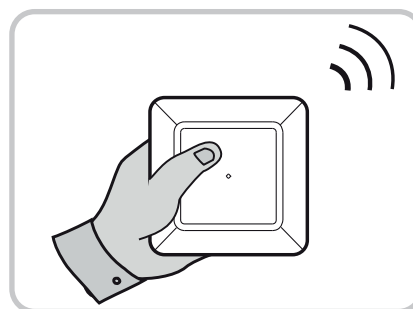

Fig. 8
- hållas i handen (se Fig. 8).